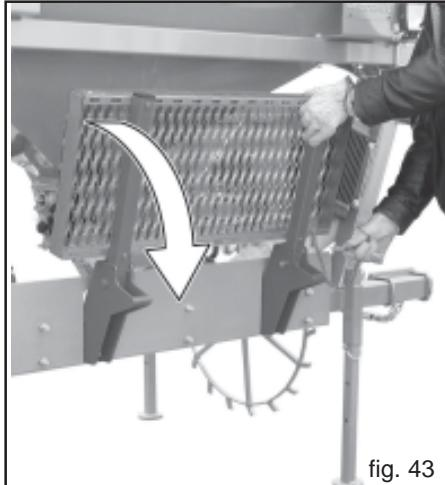

fig. 43
- 1) Sprijiniti picioarele de sustinere ale masinii pe sol. Indepartati boltul de fixare, si lasati in jos scara de inspectie (Fig. 43).